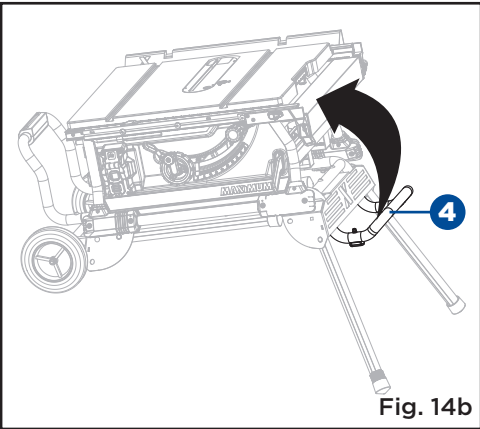

Fig. 14b
- Saisissez la poignée I (4) et inclinez la scie vers l'arrière sur ses roues jusqu'à ce que le support soit en équilibre sur les roues (5) et la poignée béquille (1). (Fig. 14b-14c)